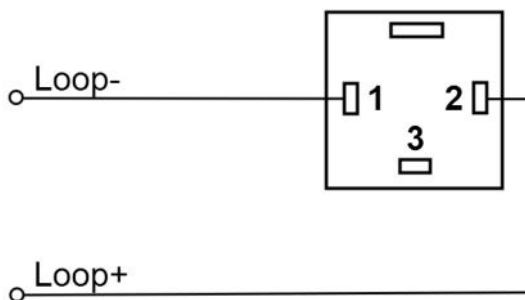

Рис.6. Назначение контактов разъема преобразователя ДТР-3-T20-M (токовая петля).
**Назначения выводов** для подключения преобразователя ДТР-3-T20-M приведены на рис.6.